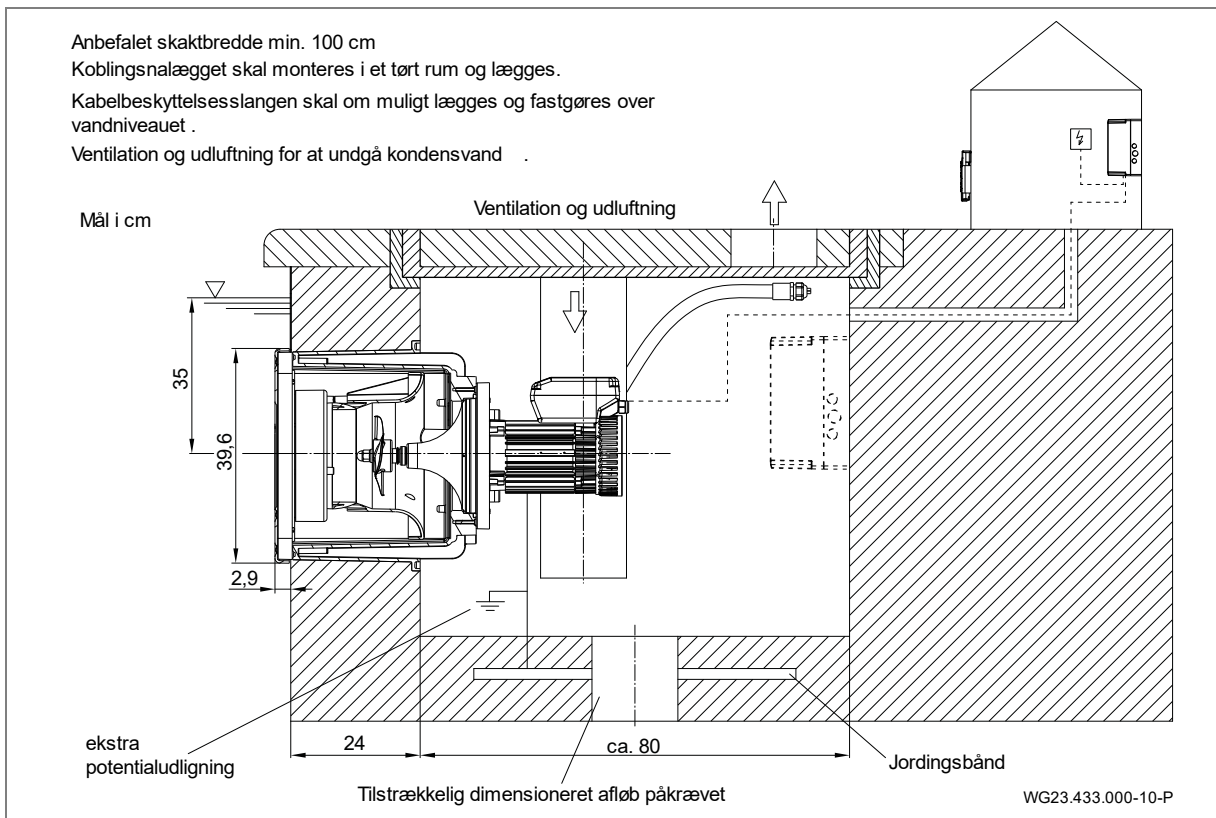

Fig. 17
1. Smør tilslutningsstuds (d, (Fig. 17)) på plasthus (1) og tilslutningsbøsningen på kabelbeskyttelsesslangen (12) med PVC-U/ABS-rens.
Anlægget skal monteres i en skakt, der grænser mod bassinkanten. I opstillingsrummet skal der være upåklagelig ventilation og udluftning samt et tilstrækkeligt bundafløb. Det skal være muligt at montere kabelbeskyttelsesslangen (om muligt over vandniveau). Der skal være en tilslutning til potentialudligningen i skakten. Se "Fig. 17" på side 20.